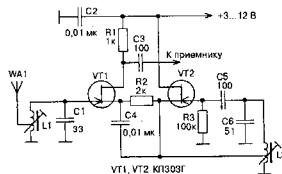

Рис. 7.1. Схема УКВ конвертера на транзисторе
Конвертер (рис. 7.1) позволяет принимать сигналы с частотной модуляцией диапазона 65...73 МГц при помощи УКВ ЧМ приемника диапазона 88...106 МГц (FM). Входной сигнал с частотой 65...73 МГц выделяется входным контуром L1, C1, настроенным на середину этого диапазона, и поступает далее на затвор полевого транзистора VT1 типа КП303Г. На этом транзисторе выполнен преобразователь частоты. На исток транзистора VT1 через конденсатор C4 подается сигнал гетеродина, выполненного на полевом транзисторе VT2 типа КП303Г. Контур гетеродина L2, C6 настроен на частоту 30 МГц. В результате входной сигнал преобразуется в сигнал частотой 88...108 МГц. Этот сигнал снимается со стока транзистора VT1 и через конденсатор C3 поступает на антенный вход промышленного приемника.